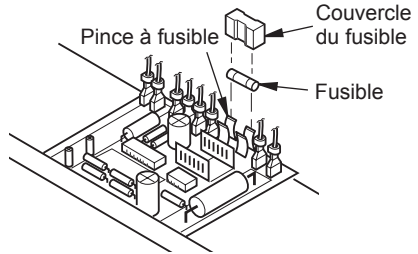

Figure 29 - Remplacement du fusible
3. Retirez le couvercle du fusible (voir Figure 29).
4. Retirez le fusible de sa pince (voir Figure 29).
6. Remettez le couvercle du fusible (voir Figure 29).